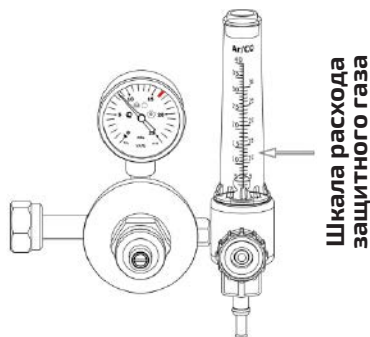

Рис. 9.1.4. Установка расхода газа.
6. С помощью регулятора (см. рис. 9.1.4) установите необходимый расход защитного газа (от 4 до 25 л/мин в зависимости от выполняемых задач или см. табл. 10.10.3).